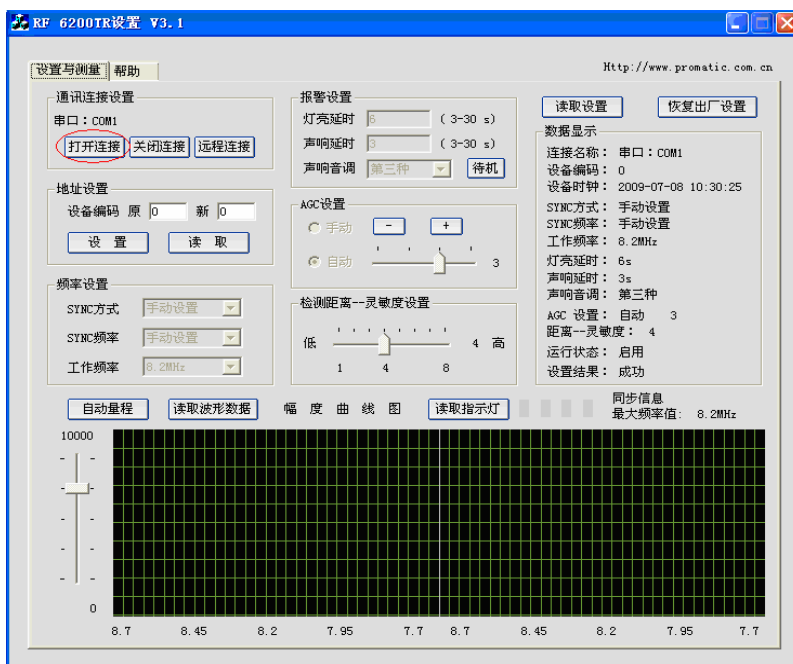

图 14
- 2) 在弹出的设置界面中，点击“打开连接”，如图 14 所示：